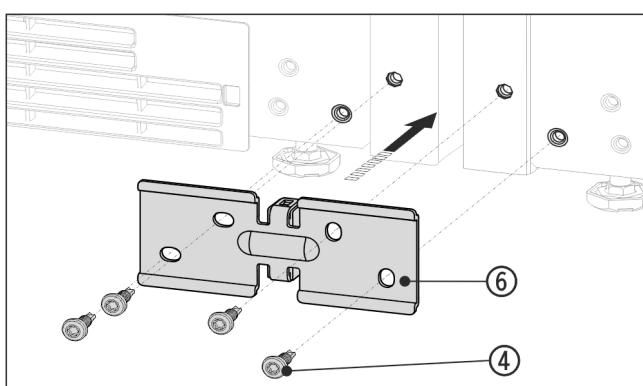

Fig. 14 Zobrazení příkladu
- ▶ Úhelník Fig. 14 (6) zasuňte rozpěrným kusem mezi přístroje a přišroubujete 4 šrouby Fig. 14 (4) bez utahování.